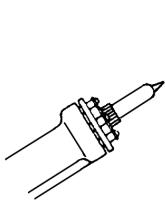

FIG. 1
2. Verhoog de temperatuur van het verwarmingselement om het gestolde soldeer te doen smelten. Beweeg het reinigingsstiftje heen en weer tot de punt volledig vrij is (zie fig. 1).